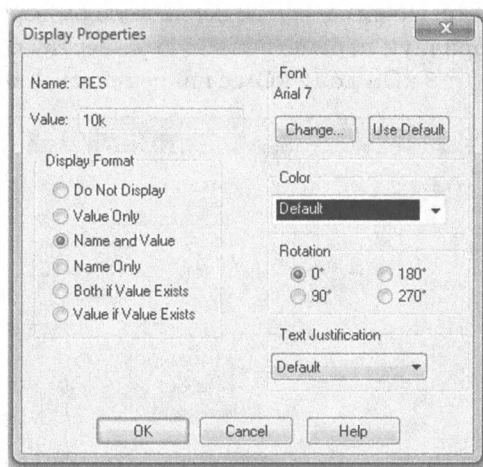

Рис. 3.29. Проверка новых свойств
4. Для проверки сделанного нажимаем Display (рис. 3.29).